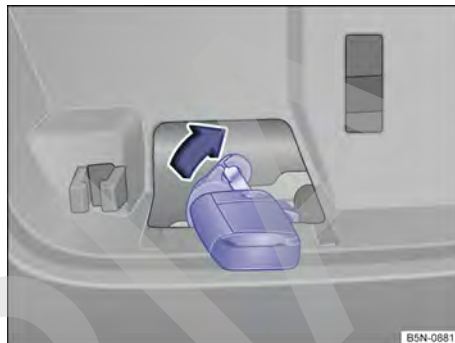

Fig. 77 En el maletero: desbloqueo de emergencia del portón del maletero.
- Introduzca el paletón de la llave en la abertura del portón del maletero → **fig. 77** y presione la palanca de desbloqueo en el sentido de la flecha.